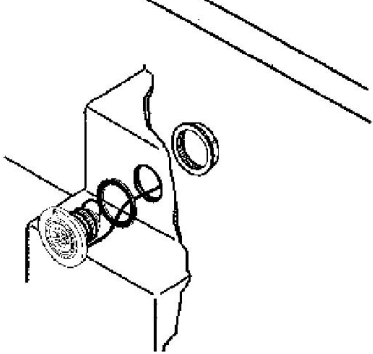

**Fig. 2**
3. Introduzir o cabo do projetor através dos passamuros (Fig. 6). Deixando suficiente longitude de cabo para poder extrair o projetor até à borda da piscina (Fig. 2).
Deve-se ter a precaução de deixar 1,5 m de cabo enrolado no corpo do projetor para poder extrair o projetor até à borda da piscina em caso de manipulação (Fig. 2).